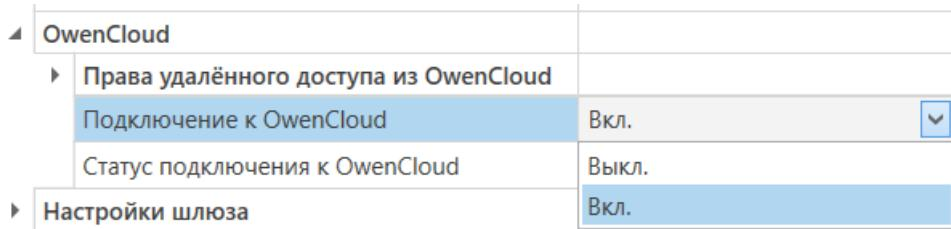

Рисунок 7.4 – Настройка автоматического подключения к облачному сервису
2. Задать значение «Вкл.» в параметре «Подключение к OwenCloud» (рисунок 7.4).